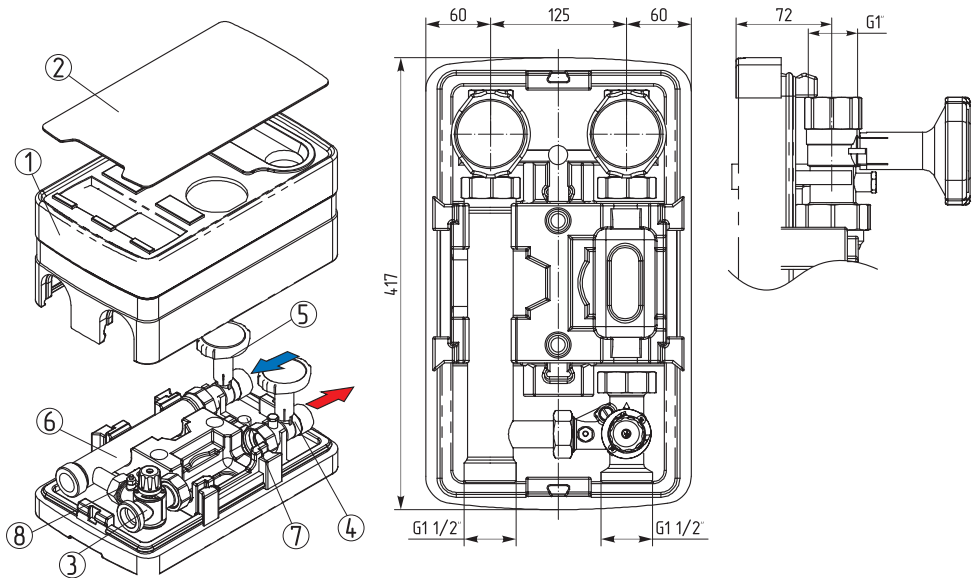

Рис.2 Устройство насосной группы быстрого монтажа
Подсоединение трубопроводов отопительного контура к шаровым кранам (**Рис.2, поз.4**) и (**Рис.2, поз.5**) должно производиться с использованием в качестве подмоточного уплотнительного материала ФУМ-ленты (PTFE - политетрафторэтилен, фторопластовый уплотнительный материал), полиамидной нити с силиконом или льна. Излишки уплотнительного материала не должны попадать в запорные механизмы кранов, это может привести к утрате работоспособности кранов.
1. Установите насос, в посадочное место между 3-х ходовым клапаном (Рис.2, поз.3) и шаровым краном (Рис.2, поз.4);